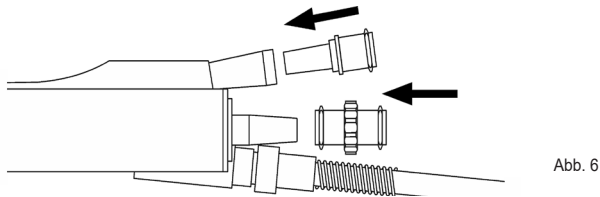

Abb. 6
- Montieren Sie die Reinigungsadapter G-31028 (Aspirationsanschluss) und G-31029 (Irrigationsanschluss) am Ultraschallhandgriff (Abb. 6).
- Entfernen Sie nach der Reinigung und Desinfektion die Reinigungsadapter in umgekehrter Reihenfolge (siehe Abb. 6).